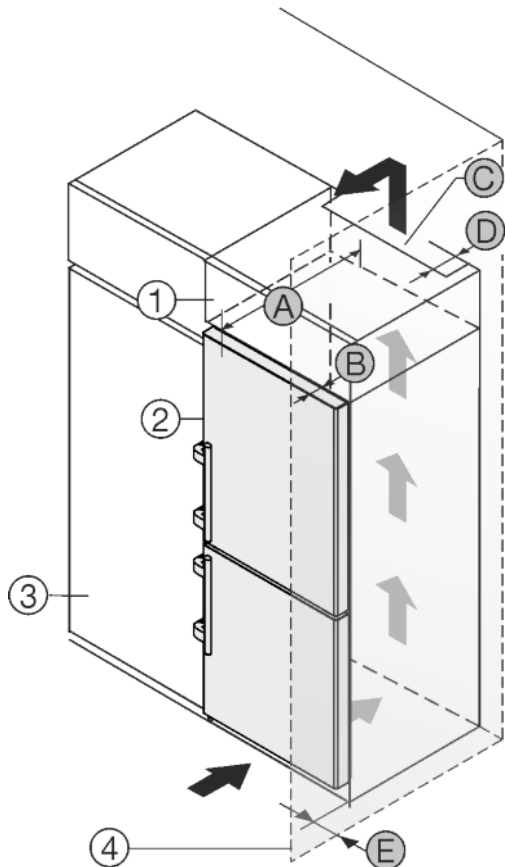

Fig. 47
L'apparecchio può essere incassato in mobili da cucina. Per adattare l'apparecchio Fig. 47 (2) all'altezza della cucina componibile, è possibile applicare sopra l'apparecchio un mobile da appoggio Fig. 47 (1).
L'apparecchio può essere installato direttamente accanto al mobile da cucina Fig. 47 (3). Per poter aprire completamente la porta, l'apparecchio deve sporgere almeno della profondità Fig. 47 (B) rispetto alla parte anteriore del mobile da cucina. L'apparecchio può sporgere ulteriormente a seconda della profondità dei mobili da cucina e dell'uso di distanziatori a parete.
- Sul retro del mobile da appoggio deve essere presente un vano di uscita dell'aria con profondità Fig. 47 (D) sull'intera larghezza del mobile da appoggio.
- Sotto al soffitto del locale deve essere rispettata la sezione di ventilazione Fig. 47 (C).
Se l'apparecchio è installato con le cerniere accanto ad una parete Fig. 47 (4), deve essere rispettata la distanza Fig. 47 (E) tra apparecchio e parete, che corrisponde alla sporgenza della maniglia con la porta aperta.